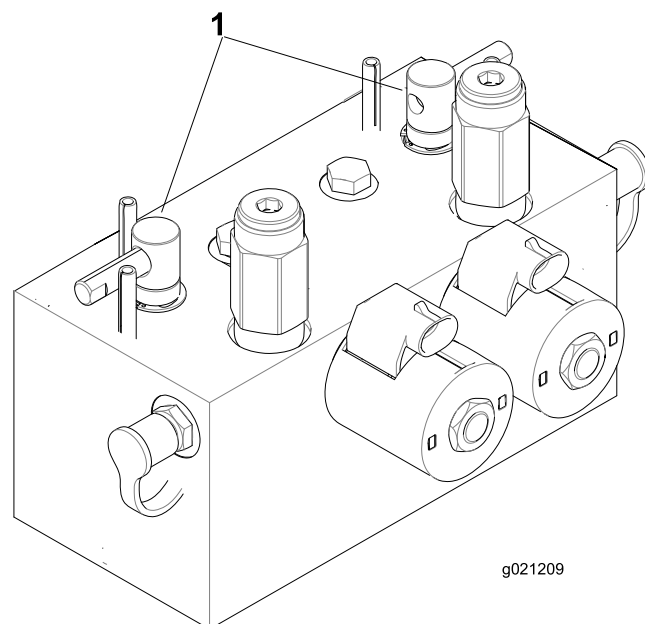

Figura 76
2. Desbloquee y levante el asiento para poder acceder a las palancas de autoafilado (Figura 76).
5. Seleccione la palanca de autoafilado correspondiente a los molinetes que desea autoafilar: delanteros, traseros o ambos (**Figura 76**).